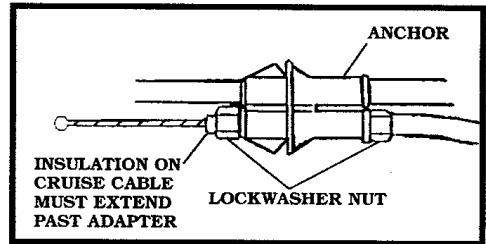

Figure 25
- 4.將定速器鋼索外管塞進6.4MM的孔內，再鎖上第二個保險螺帽。（Figure 25）